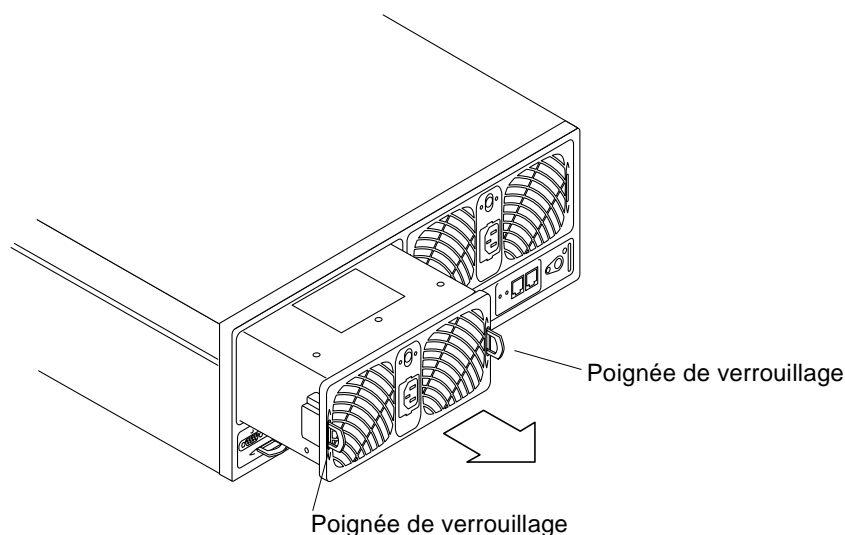

FIGURE 5-6 Retrait de l'unité d'alimentation et de refroidissement
4. Déverrouillez l'unité d'alimentation et de refroidissement en appuyant sur les deux poignées de verrouillage puis en les dégageant, à l'aide d'une pièce de monnaie ou d'un petit tournevis (FIGURE 5-6).